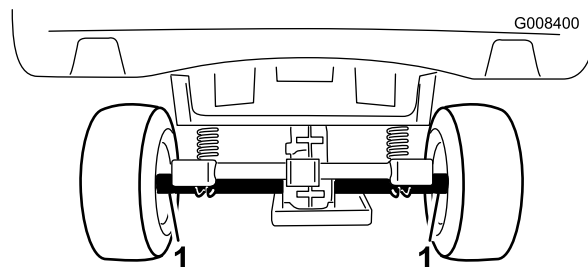
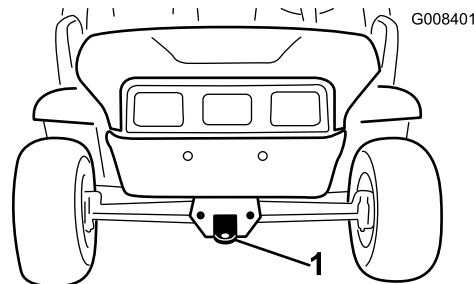

Рисунок 21
Рисунок 22
Для перемещения машины на большие расстояния используйте прицеп. Убедитесь, что машина надежно закреплена на прицепе. Местонахождение точек крепления машины показано на Рисунок 21 и Рисунок 22.
2. Прикрепите буксирный трос к сцепному устройству в передней части рамы машины (Рисунок 22).